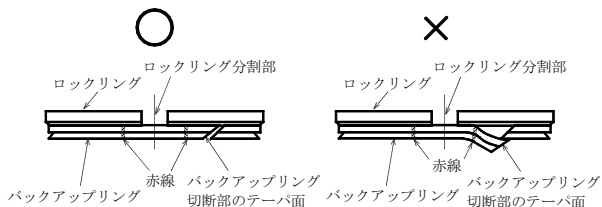

図 14 バックアップリング切断部の確認
- ③ バックアップリングの切断部のテーパ面どうしが合っていることを確認する（図 14 参照）。